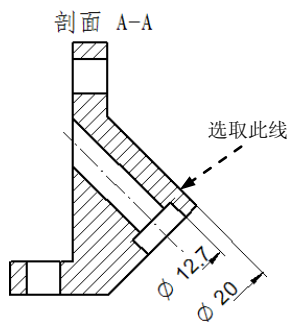

图 8.2.43 对称直径尺寸标注 6
Step5. 然后在系统 **单击尺寸测量元素** 提示下, 选取图 8.2.43 所示的边线, 在合适的位置处放置尺寸, 结果如图 8.2.43 所示。